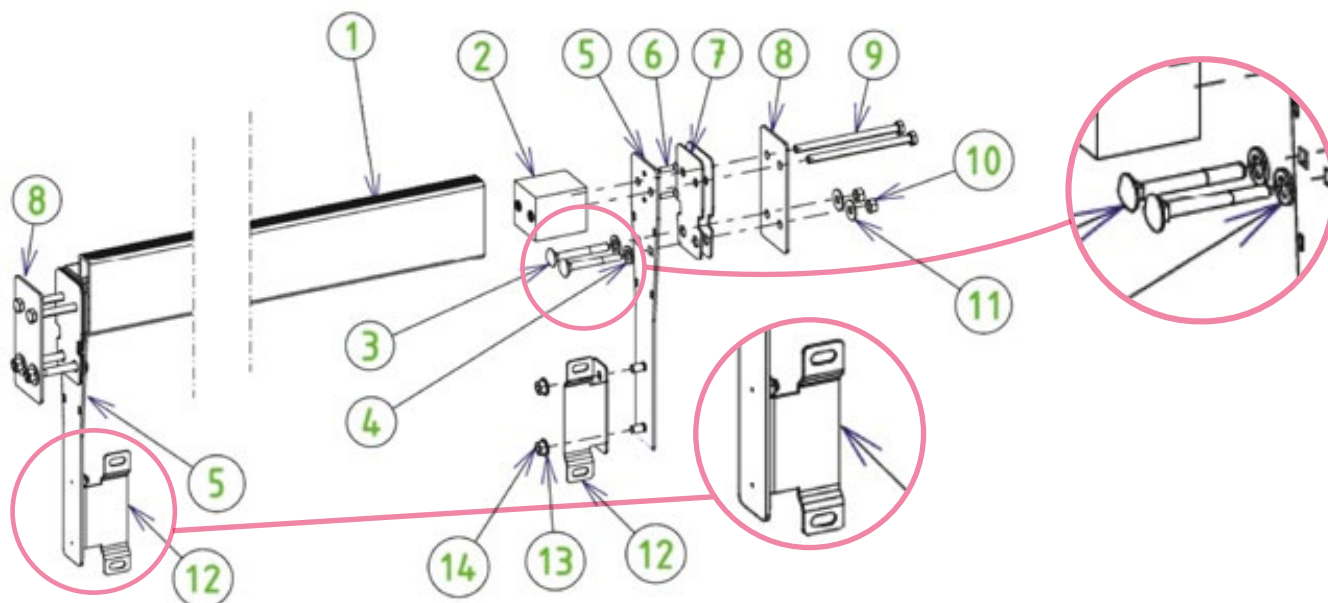

Figure 42 – Assemblage et montage de la poutre
Les étapes de montage de la poutre sont illustrées à la *Figure 42*. La visserie nécessaire à ce montage se trouve dans le sachet Y. Sur cette figure, la paroi de bois est située entre les pièces 7 et 8, et le liner est situé entre les deux joints (7) en caoutchouc.
- Collez les deux joints auto-adhésifs restants (7) sur les platines (5), du côté opposé aux petites tiges filetées (les deux autres joints ont été collés sur le bois, avant la pose du liner). Alignez bien les trous des joints (7) avec ceux des platines (5).
- Fixez les platines (5) aux contre-platines (8) : les platines (5) se situent à l'intérieur du bassin avec leur joint au contact du liner, et les contre-platines (8) se trouvent à l'extérieur du bassin. Utilisez pour cela les perçages du bas effectués au paragraphe 9.2.
- Réalisez cet assemblage par l'intérieur du bassin à l'aide de quatre vis à tête bombée à collet carré 8 × 70 en inox A4 (3) munies de rondelles de joint en caoutchouc de diamètre 8 mm (4), sur lesquelles vous insérerez à l'extérieur du bassin des rondelles (11) et des écrous (10) de diamètre 8 mm en inox A4.
- Les perçages du haut dans la paroi bois réalisés au paragraphe 9.2 Doivent être alignés avec les trous de diamètre 8 mm restants dans les platines (5) et les contre-platines (8).
Pour finir, fixez la paroi de séparation sur les équerres (pièce 12 de la *Figure 42* grâce à quatre vis (7) à tête poêlier 8 × 16, quatre rondelles et quatre écrous de diamètre 8 mm en inox A4.